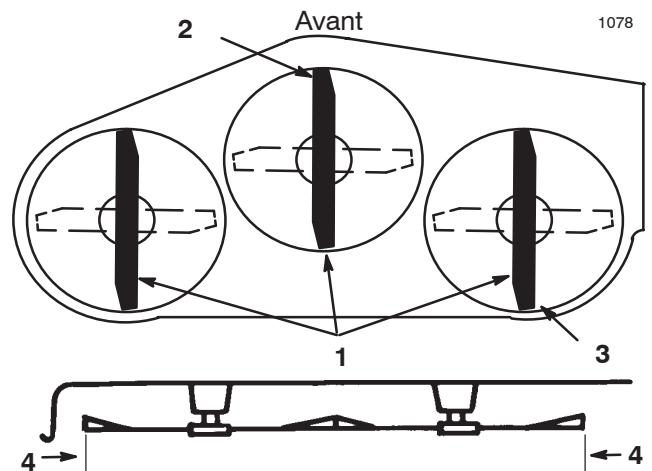

Figure 40
5. Réglez la hauteur de coupe à 76 mm (3 pouces) et tournez les lames avec précaution dans le sens longitudinal (Fig. 40).
6. Mesurez la distance entre la pointe de la lame avant (Fig. 40) et la pointe de la lame arrière par rapport à la surface plane. Si la pointe avant de la lame n'est pas de 1,6 à 7,9 mm (1/16 à 5/16 pouce) plus basse que la pointe arrière, réglez les tourillons avant.
9. Lorsque les deux tourillons sont réglés de la même manière, fixez les chapes en place à l'aide des goupilles fendues. Vérifiez de nouveau l'inclinaison avant/arrière. Poursuivez le réglage des chapes jusqu'à ce que la pointe avant de lame soit de 1,6 à 7,9 mm (1/16 à 5/16 pouce) plus bas que la pointe arrière (Fig. 40).